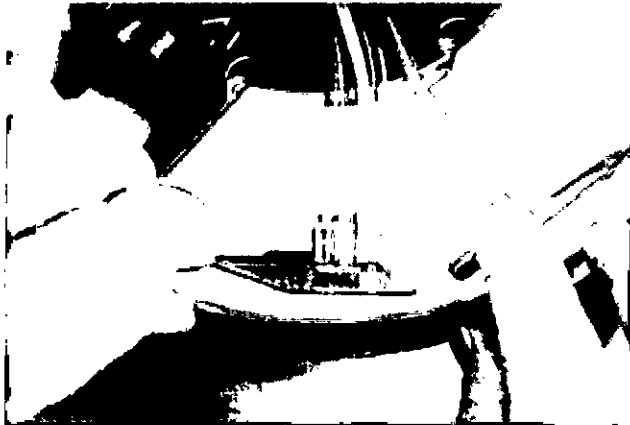

Figura 7: Presión del canal para introducirlo en la ranura (aquí se muestra el equipo de recambio terapéutico)
8. Empezando por el conector, inserte el canal dentro de la ranura del plato de separación, y acabe con el puerto de entrada (Figura 7). Pase un dedo sobre la ranura y presione cualquier sección del canal que no esté completamente encajado en la ranura. El canal debe quedar correctamente encajado en la ranura.